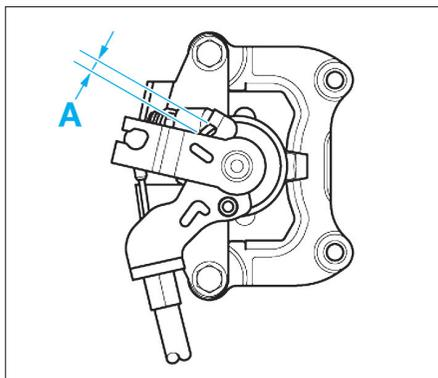

Fig. 9
- Régler la position du levier au niveau des étriers de frein A = 1,5 mm à l'aide d'une jauge d'épaisseur (Fig.9).